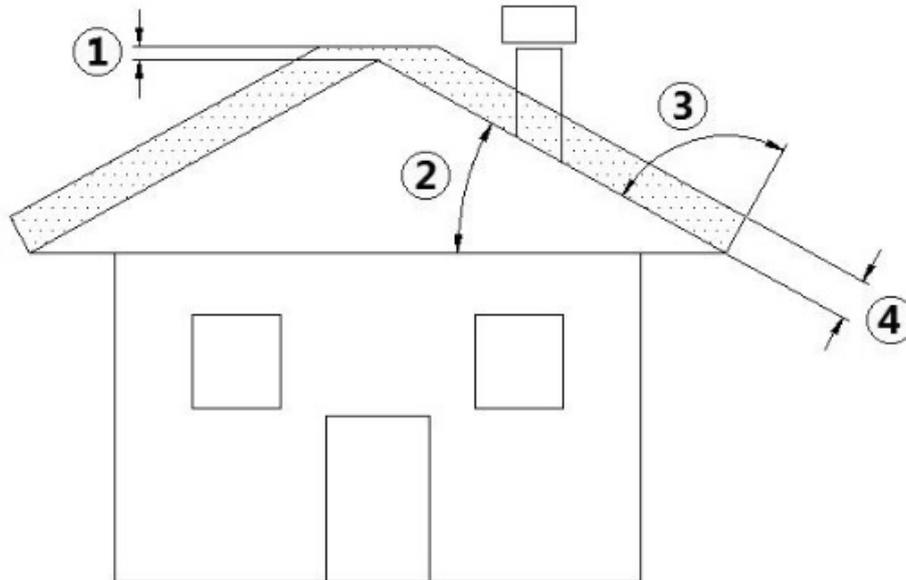

Fig. 2 - Tetto inclinato
LEGENDA	Fig. 2
- La quota di sbocco in atmosfera deve essere al di fuori della zona di reflusso provocata dalla conformazione del tetto o da ostacoli che si trovano in prossimità (vedi **Fig. 2**).